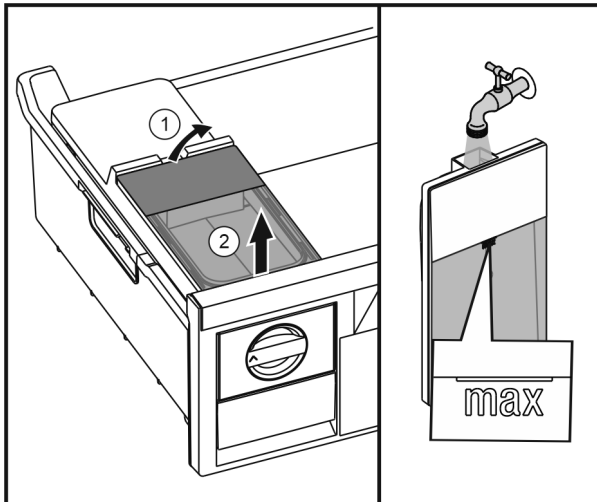

Fig. 37
- ▶ Levantar el depósito de agua por detrás Fig. 37 (1) y extraerlo hacia arriba Fig. 37 (2).